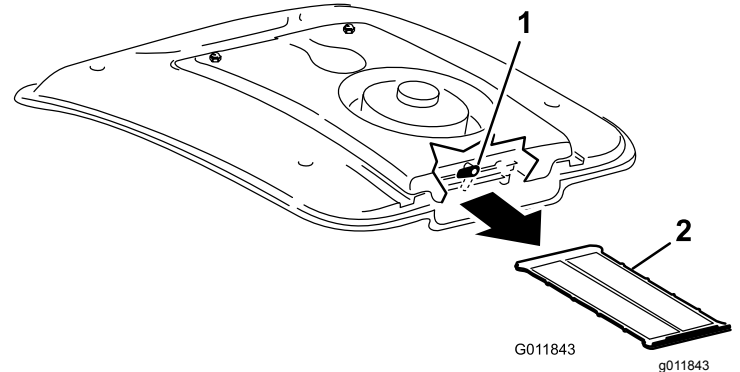

Bild 117
2. Drehen Sie den Riegel hinten an der Lüfterbefestigung zur Seite (Bild 117).
3. Schieben Sie das Klimaanlagegitter unter der Klimaspule heraus (Bild 117).
4. Reinigen Sie das Gitter gründlich mit Druckluft (Bild 117).